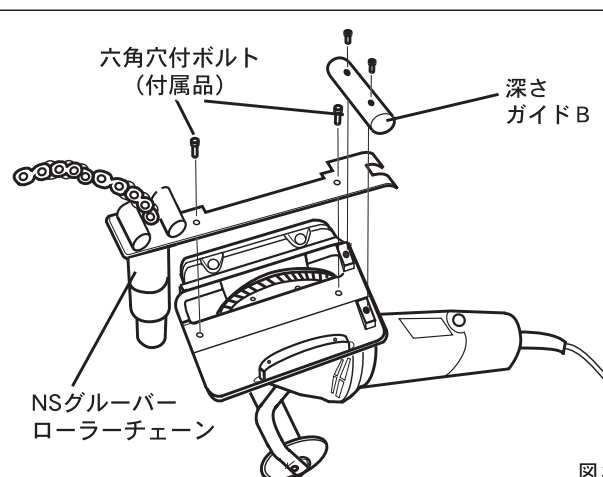

図 3
NSグルーバー溝切機 (NSG-105) への取付け (図 3)
- ①NSグルーバー溝切機の深さガイド B を取り外してください。
- ②NSグルーバーローラーチェーンを図 3 の位置に取付け、付属の 2 本の六角穴付きボルトでしっかりと固定してください。
- ③深さガイド B を再度もとの位置に取付けてください。